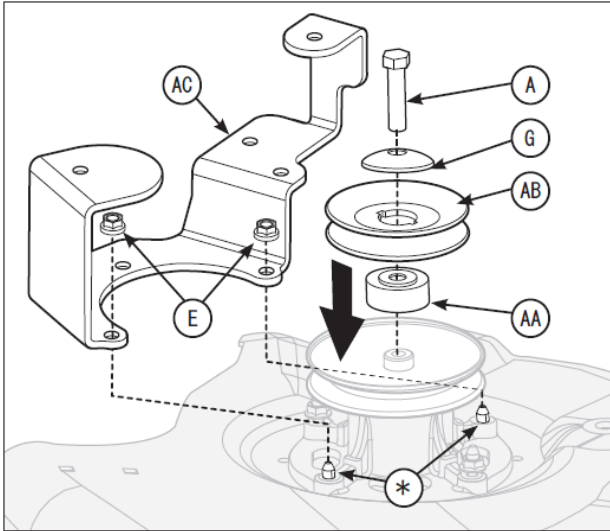

図4
1. スパーサー(図4のAA)、ブロー駆動プリー(AB)、さらばね(G)、六角ボルト(A)をモア上にあるプリーに組み付けてください。ロータリー刃が回らないように芝刈機に付属の角パイプで固定し、六角ボルトを67.7-81.3Nm(690-829kgf/cm)のトルクで締め付けてください。